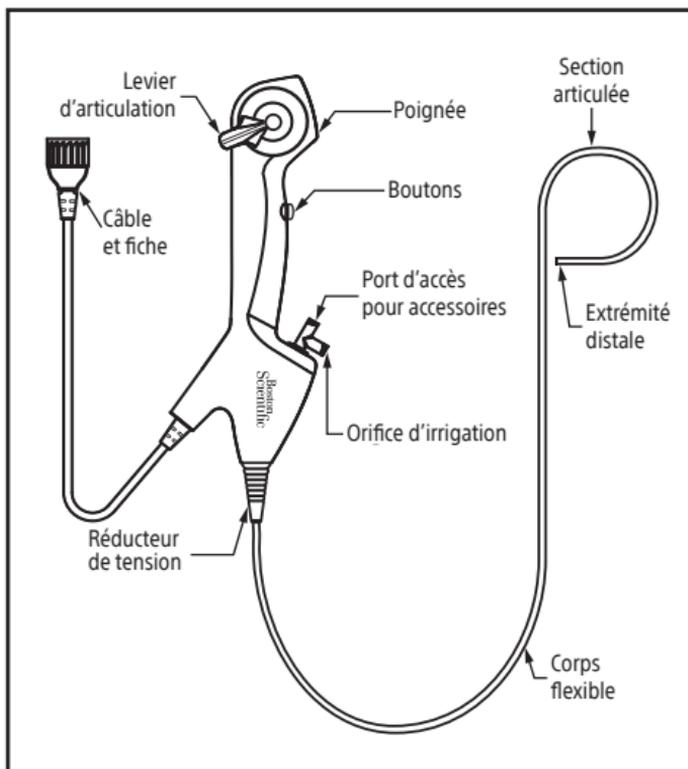

Figure 2. Fonctionnalités de l'urétroscope LithoVue Elite
L'urétroscope inclut les fonctionnalités et commandes suivantes (figure 2) :
- **Corps flexible** : le corps flexible est la section d'insertion de l'urétéroscope (figure 2) entre la poignée et la section articulée. Il comprend un canal interventionnel (3,6 F, 1,2 mm) pour l'insertion d'accessoires/outils chirurgicaux et l'administration de solutions d'irrigation/de produit de contraste dans le champ opératoire et un conduit optique qui éclaire le champ chirurgical.